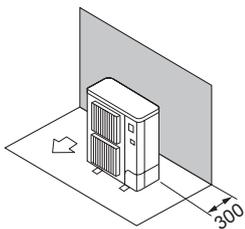

Fig. 2-6
- ① Obstacole numai în spate (Fig. 2-6)